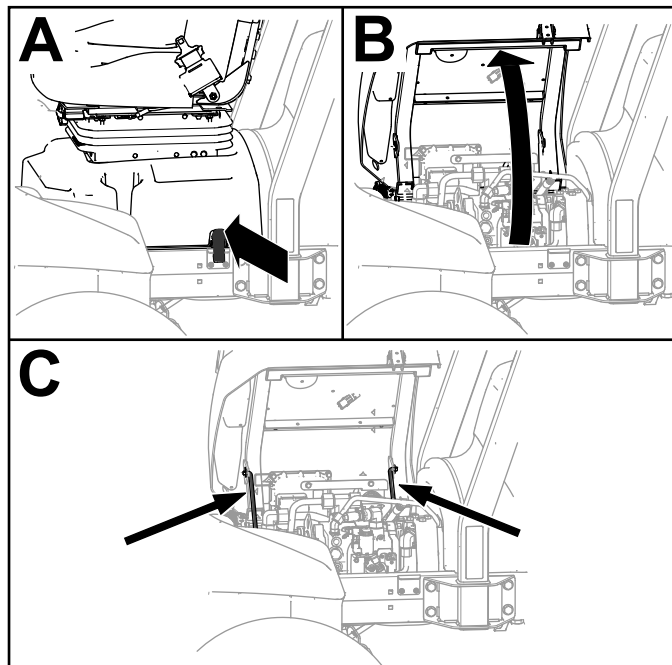

Figure 105
1. Déverrouillez la base du siège (A de Figure 105).
2. Basculez le siège et la base (B de Figure 105).
3. Soutenez-les dans cette position avec les béquilles (C de Figure 105).